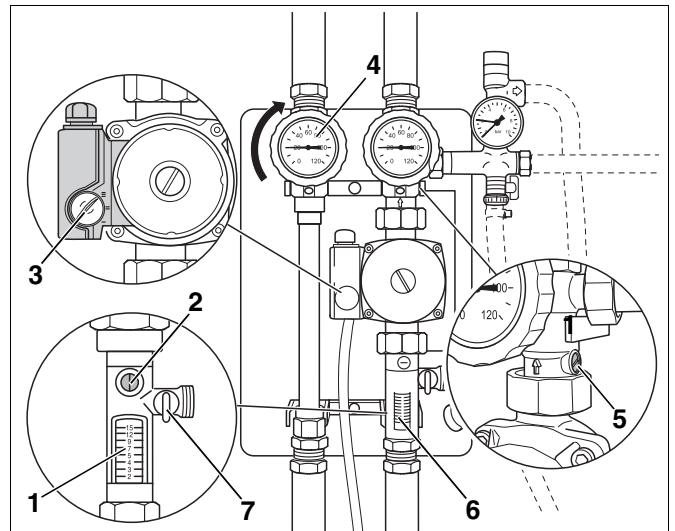

Fig. 18 Ajuste do caudal
- ▶ Rode a fenda do parafuso de ajuste (Fig. 18, **Item 5**) no retorno para a posição horizontal, para fechar o travão antigravidade.
- ▶ Rode a fenda do parafuso de ajuste (Fig. 18, **Item 2**) para a posição vertical, para abrir o limitador de caudal (Fig. 18, **Item 6**).
- ▶ Controle o caudal através do visor do limitador de caudal (Fig. 18, **Item 1**).
- ▶ Para ajustar previamente o caudal, ajuste o interruptor gradual da bomba de circulação (Fig. 18, **Item 3**) de tal maneira que seja atingido ou ultrapassado o caudal necessário com uma selecção o mais baixa possível.
O parafuso de ajuste do limitador de caudal (Fig. 18, **Item 2**, Página 23) é utilizada para um ajuste fino do caudal.
- ▶ Feche o parafuso de ajuste do limitador de caudal (Fig. 18, **Item 2**, Página 23) até ao ponto em que o caudal recomendado seja indicado pelo canto inferior do flutuador no visor.